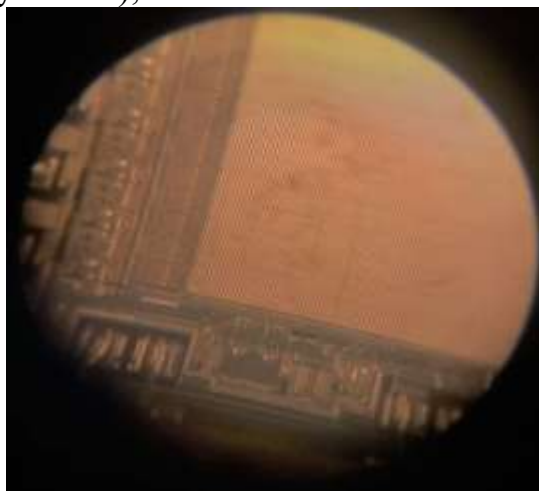

Рисунок 3.4 – Структура интегральной микросхемы B9518BZ
- для микросхемы B9518BZ, тщательно рассмотрев ее под микроскопом, оцените число ячеек памяти, которые видны на поле (рисунок 3.4);